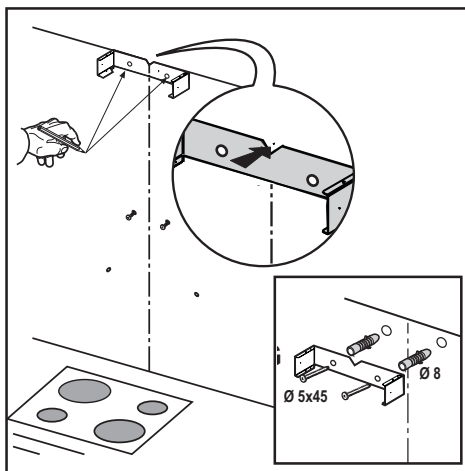

afb. 9a
- Boor de gaten zoals aangegeven op de boormal en steek de muurpluggen in, draai de 2 schroeven in de bovenste gaten, laat een ruimte van ongeveer 1 cm tussen de kop van de schroef en de muur over. **Afb. 9a-b**